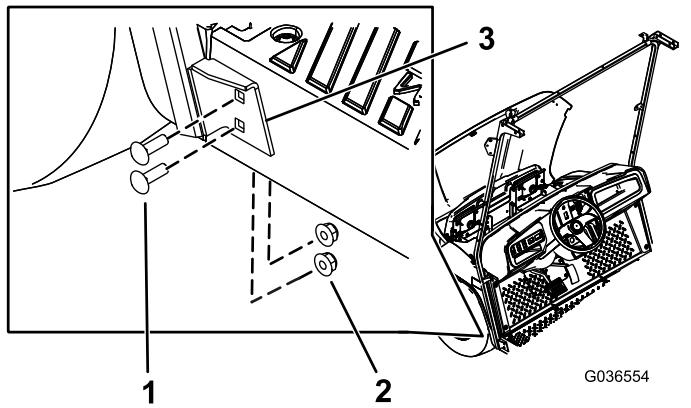

Figure 32
4. Fixez la patte inférieure des supports gauche et droit du pare-brise à la machine en insérant 4 boulons à embase hexagonale (5/16" x 1") et 4 écrous (5/16") dans les trous que vous avez percés à l'opération 1 (Figure 32).